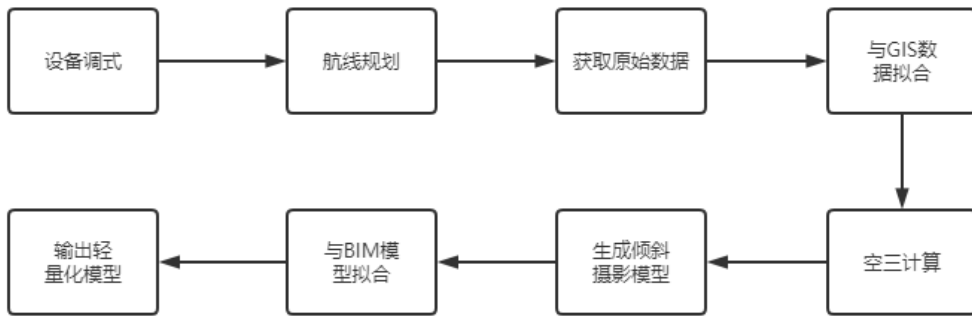

图1 内外业实施技术流程
- e 输出轻量化三维实景模型活进行偏差分析、进度模拟等。（图 1）